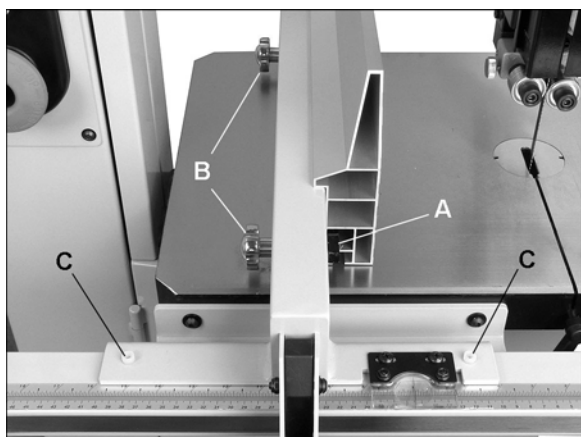
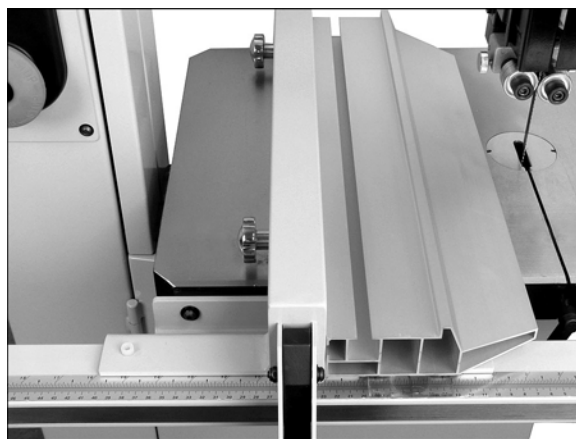

Рис. 6: вертикальное положение упора
Рис. 7: горизонтальное положение упора
См. Рис. 6 и 7.
Ослабьте стопор (А) с помощью ручек (В). Вытяните стопор на длину, достаточную для того, чтобы завести на него алюминиевый профиль упора, как показано на Рис. 6. Снова затяните ручки.
Алюминиевый упор можно установить в двух разных положениях: вертикально (для продольного распила), как показано на Рис. 6; или горизонтально, как показано на Рис. 7.
2. Если это не так, отрегулируйте зазор нейлоновыми винтами с помощью 5 мм шестигранного ключа (С, Рис. 6). Крутите винты по часовой стрелке, чтобы поднять упор, против часовой стрелки — чтобы опустить.